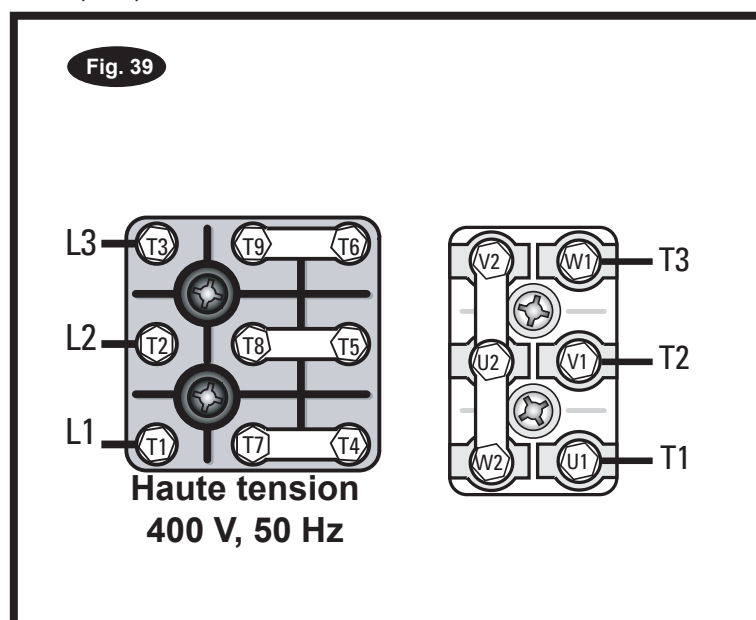

Fig. 40
- Fixez la plaque de base de commande à l'aide de 5 vis à tête creuse hexagonales M8\*10 et une rondelle d'une épaisseur de 4 mm, Fig. 40, 41 et 42.